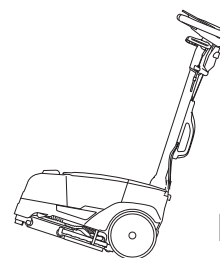

Fig.7
- Dobre a máquina para trás (Fig.7), transporte a máquina na direção desejada.